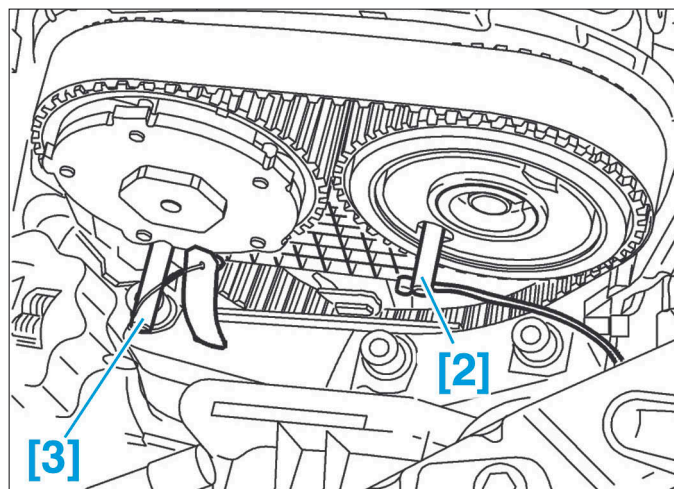

FIG. 3
- Dans cette position, insérer les outils [2] et [3] à travers les roues dentées d'arbres à cames d'échappement et d'admission (Fig.3).